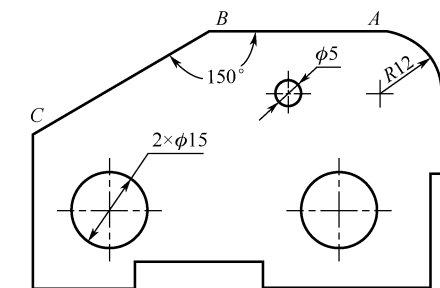

图 4-76 标注直径、半径、角度和圆心标记
(1) 标注角度尺寸 ( $150^\circ$ )。单击“标注”面板→“标注”下三角按钮 , 展开标注类型下拉列表,如图 4-75 (b) 所示,选择“角度”选项 , 再选取线段 AB、BC, 在适当位置单击, 完成标注, 如图 4-76 所示。
(2) 标注半径 (R12)。单击“标注”面板→“半径”按钮 , 再选择 R12mm 的圆弧, 在适当位置单击, 完成标注, 如图 4-76 所示。
(3) 标注直径  $\phi 5$  和  $2 \times \phi 15$ 。单击“标注”面板→“直径”按钮 , 再选择  $\phi 5$ mm 的圆, 在适当位置单击, 完成标注。再单击“直径”按钮 , 标注  $2 \times \phi 15$ , 操作步骤如下。
操作完成后,标注结果如图 4-76 所示。
(4) 标注圆心标记。将“标注”面板展开,如图 4-75 (c) 所示,单击“圆心标记”按钮,选择  $R12\text{mm}$  的圆弧,标记其圆心,如图 4-76 所示。